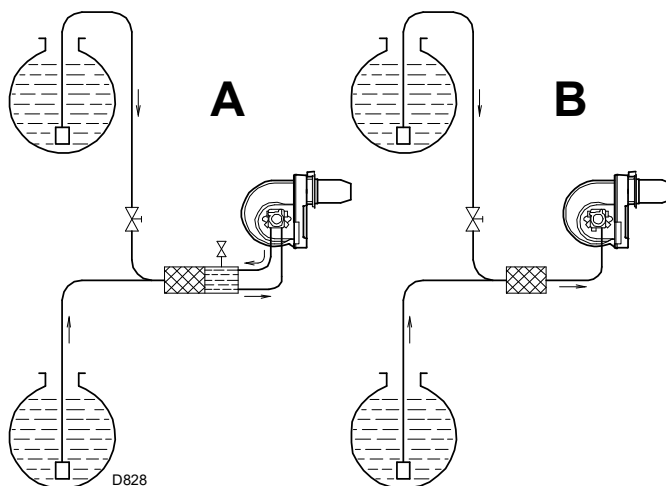

Fig. 15
- By-pass esterno alla pompa (A, Fig. 15) (da preferire)
- By-pass interno alla pompa (B, Fig. 15)